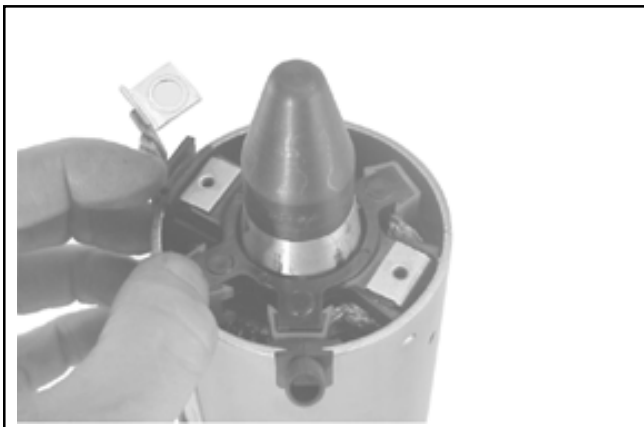

Figura 8-66. Installazione del gruppo portaspazzole con l'attrezzo con prolunga.
- d. Tenere il gruppo motorino di avviamento in verticale sull'alloggiamento terminale ed inserire con cautela l'attrezzo (con prolunga) ed il gruppo portaspazzole originale assemblato all'estremità dell'albero dell'indotto. Inserire il gruppo portaspazzole in posizione intorno al commutatore, quindi installare il cavo delle spazzole positive (+) con l'anello passacavi nella cavità del telaio. Vedere Figura 8-66.